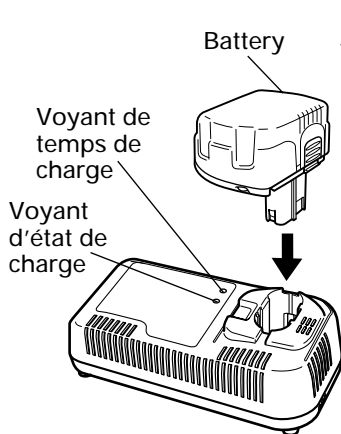

Fig. 7
2. Insérer la batterie dans le chargeur de batterie. Insérer la batterie dans le chargeur de batterie comme indiqué à la Fig. 7. Bien s'assurer qu'elle touche le fond du chargeur de batterie.